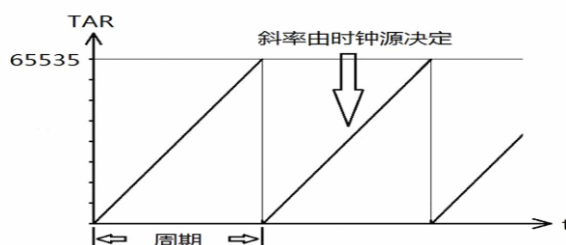

图3.3.3 连续计数模式
- 连续计数模式（10）：设置 MCx=10，主定时器将工作在连续计数模式下。TAR 寄存器最大值 65535，计满则清零。如图 3.3.3 右侧所示，时钟的周期仅由时钟源的频率决定，频率越高则越快计数至 65535，周期越短。